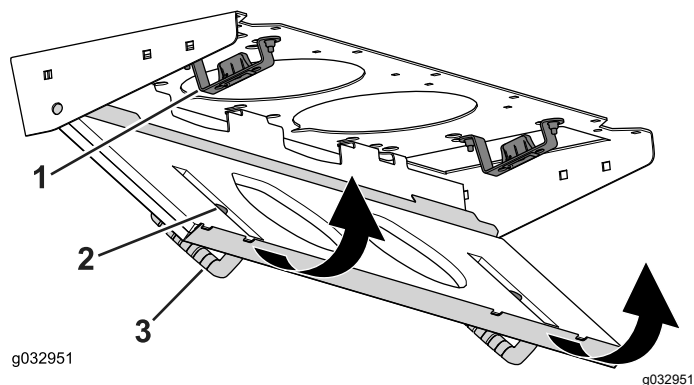

Figure 84
4. Faites pivoter le filtre sur les languettes jusqu'à ce que le pêne s'enclenche dans la gâche (Figure 84).